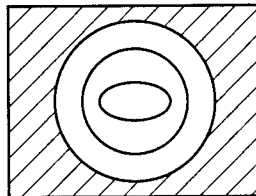

Рис. 7.11
**Outer** (Зовнішній). Штрихові лінії наносяться всередину, починаючи від зовнішнього контуру. За наявності всередині інших контурів штрихування припиняється і більше не поновлюється (див. рис. 7.11).